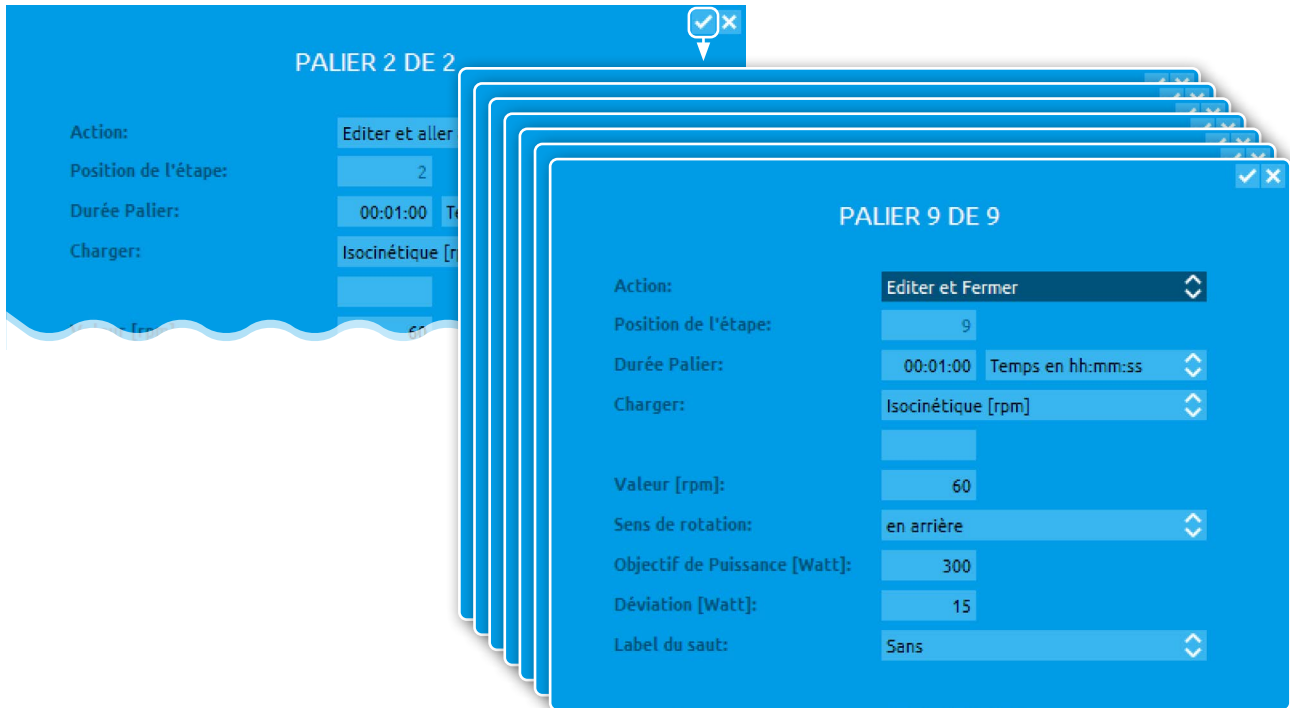

Figure 64 : Configurer la dernière étape - 300 watts
- 4** Comme l'étape 9 est la dernière étape du profil d'effort, vous devez définir l'action sur Editer et fermer la fenêtre (voir Figure 64).